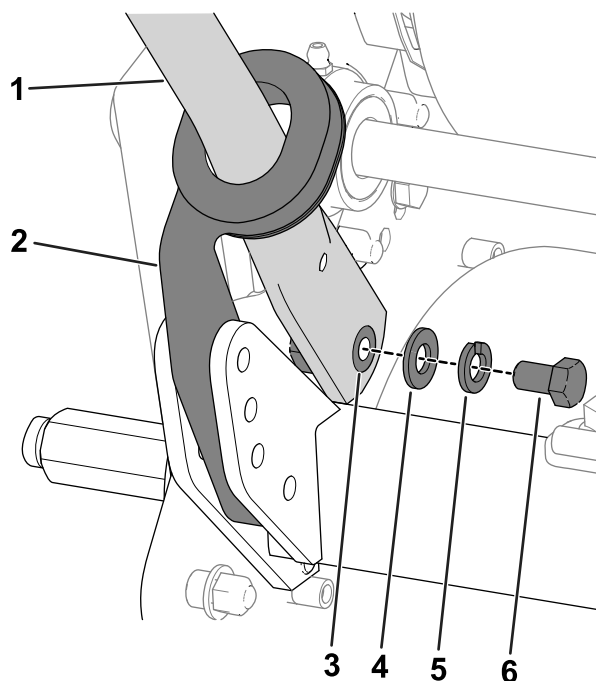

Figura 4
4. Faça força para dentro nas extremidades do manípulo e instale-as nos pinos de montagem (Figura 4).
5. Prenda a pega nos pinos de montagem com os parafusos, anilhas e anilhas de retenção previamente retirados (Figura 4).